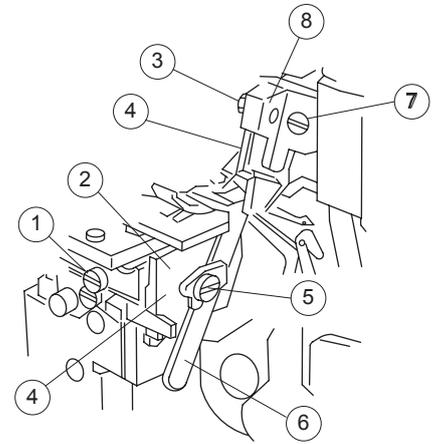

Figura 12
- Para colocar una nueva cuchilla, gire el volante hasta que el porta cuchilla alcance su posición más baja de su carrera. Empalme los bordes de corte de las cuchillas superior e inferior 0.5-1.0 mm según el ancho (figura 12).
3. Empalme los bordes de corte de las cuchillas superior e inferior de modo que el punto medio 'A' en la cuchilla superior '4' y el punto medio de la cuchilla inferior '6' se crucen (figura 12). Afloje el tornillo '1'.